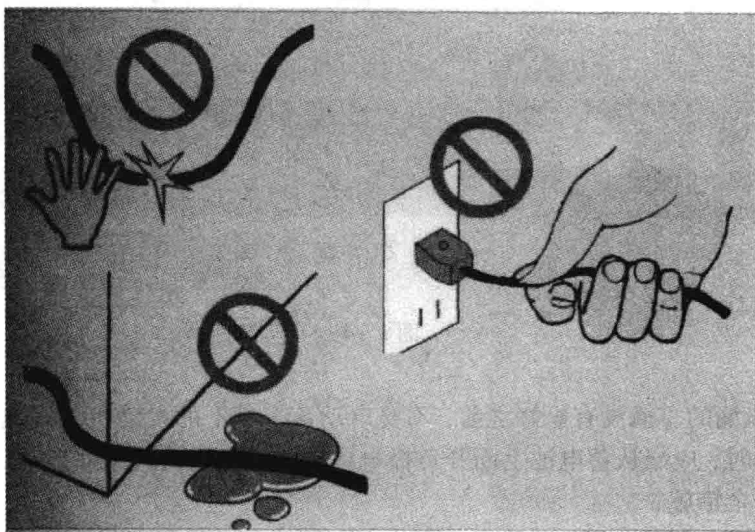

图 1-6
- 有任何保险丝熔断都要向上级汇报，因为保险丝熔断说明有某种电气故障(见图 1-6)。千万不要尝试以下行为，因为它们非常危险：